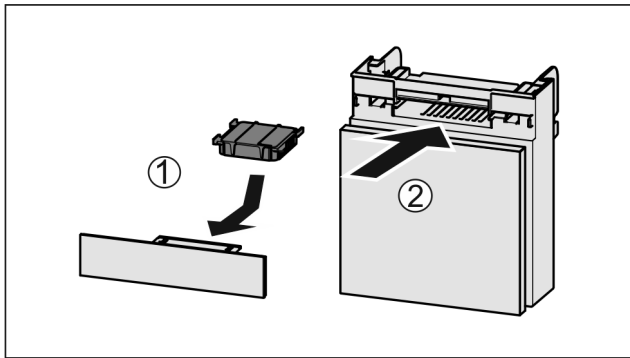

Fig. 143
- Inserire il vano Fig. 143 (2).